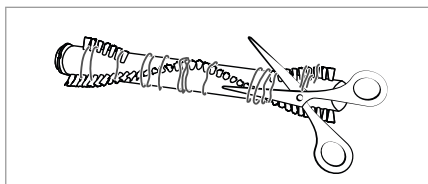

Fig. 28
- 4) Tăiați firele și părul de-a lungul perilor periei rotative **20** cu ajutorul unei foarfeci (a se vedea fig. 28). Îndepărtați firele și părul de pe peria rotativă **20**.